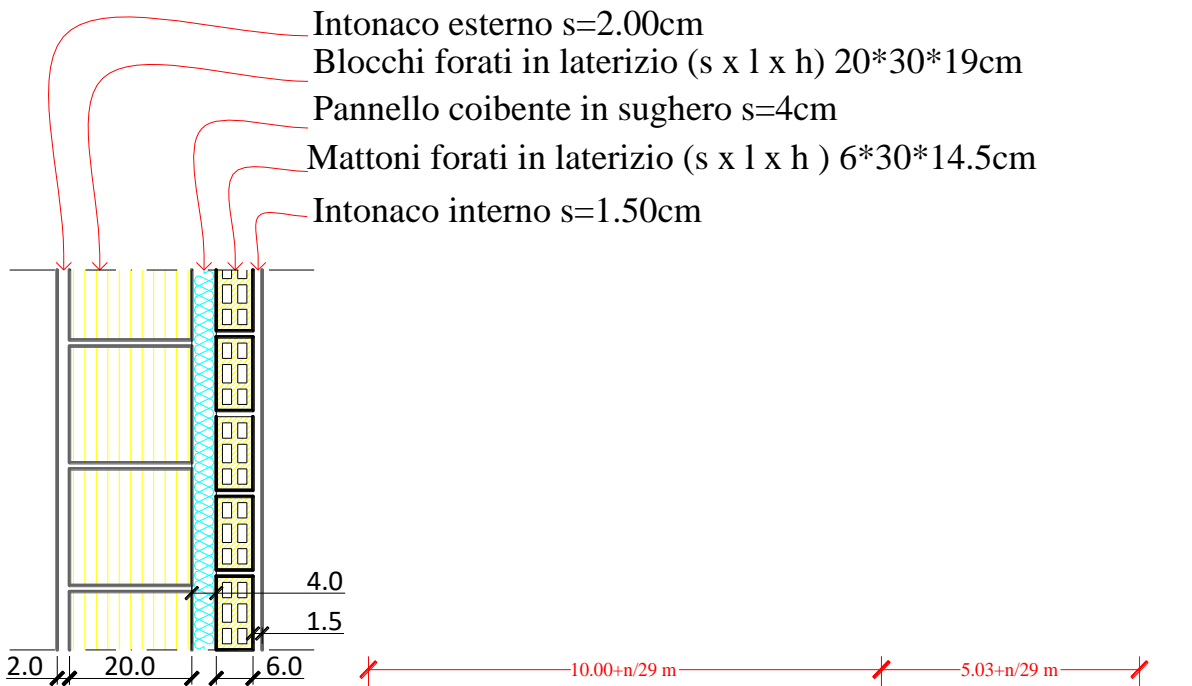

Figura 1
- della parete muraria in figura 1.;